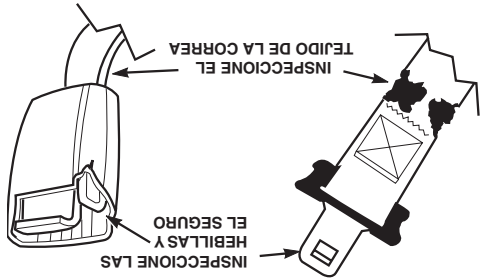

Figura 2-3 Inspección del cinturón de seguridad
1. Revise la longitud completa de las correas para detectar si hay cortes, desgaste, roturas, suciedad y rigidez. Vea la Figura 2-3.
3. Revise la hebilla y el seguro para verificar su correcto funcionamiento y determine si la placa de cierre está excesivamente gastada, deformada o si la hebilla está dañada o agrietada. Vea la Figura 2-3.